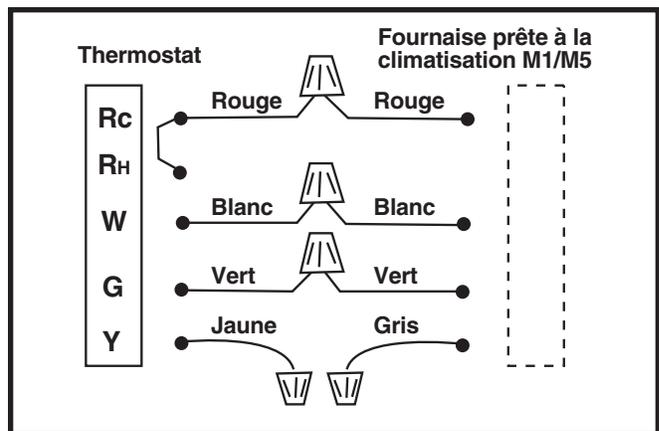

Figure 25. Câblage du thermostat pour les modèles prêts à la climatisation
Il faut maintenir la polarité de tension de ligne appropriée afin que le système de commande fonctionne correctement. Vérifiez que la ligne neutre entrante est raccordée au fil blanc et que la ligne sous tension entrante est connectée au fil noir. La fournaise ne fonctionne pas si la polarité et la mise à la terre sont mal branchés, comme indiqué dans la Figure 25 \(page 14\).
2. Branchez les fils du thermostat aux bornes basse tension du générateur d'air chaud (selon l'application à l'installation). Consultez la Figure 25 (page 14).